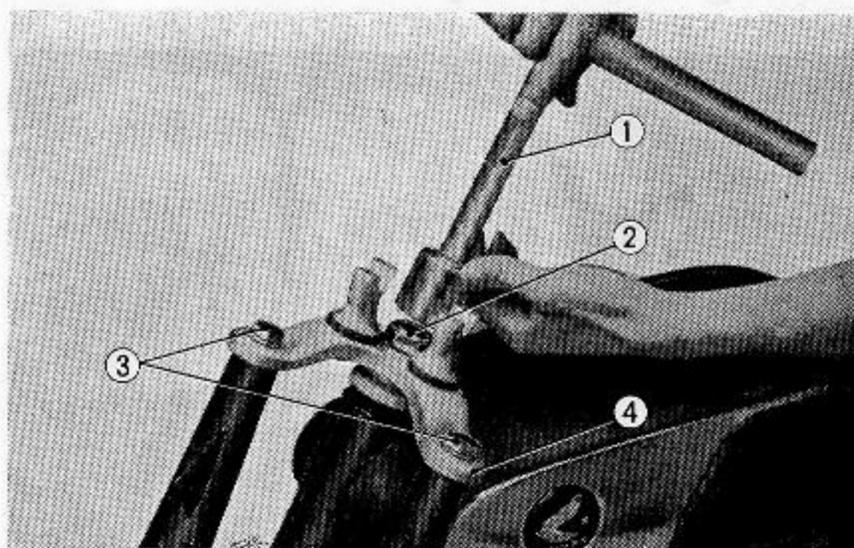

Abb. 4.9 Obere Gabelbrücke ausbauen
- (8) Obere Gabelbrücke abbauen; hierzu werden die beiden Vordergabelbolzen und die Schaftrohrmutter gelöst. (Abb. 4.9)
- (9) Zwei 10mm Befestigungsmuttern am unteren Lenkerrohrhalter lösen. Obere und untere Gummiunterlage am Lenker und an der oberen Gabelbrücke entfernen.